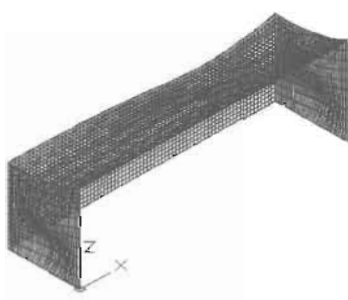

图 13-123
(7) 将生成的边网复制到球门的另一侧, 复制距离为 (`@744,0`), 完成后的效果如图 13-123 所示。